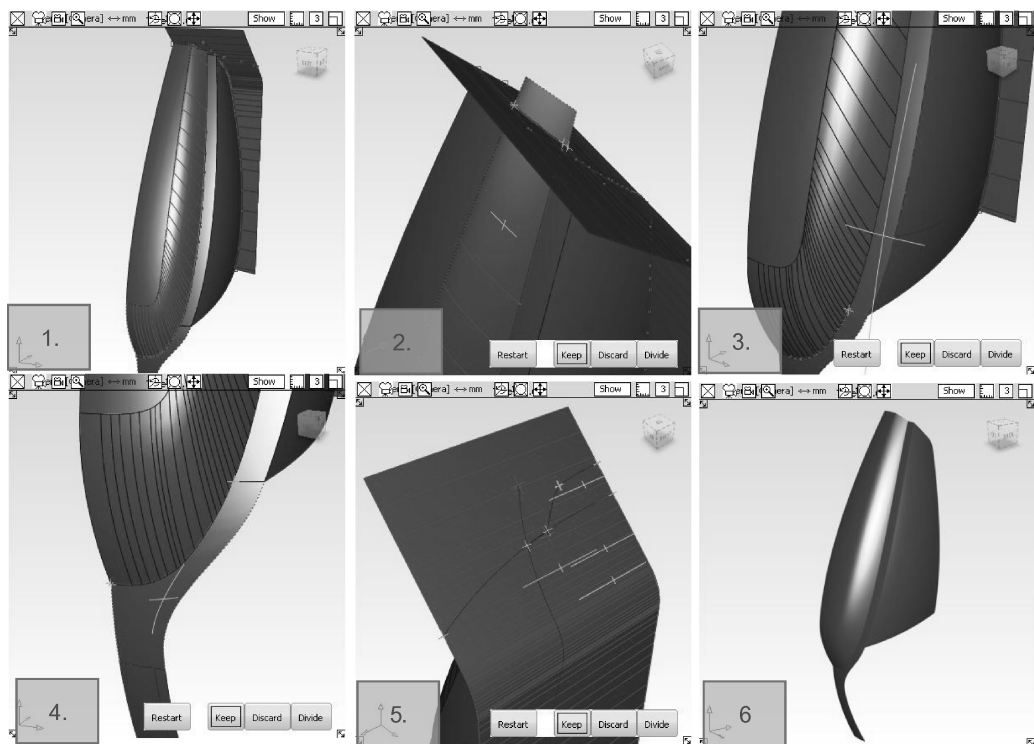

图9-26 剪切曲面
- 28 选择【Intersect】工具，使刚刚创建的曲面与它相交的曲面形成相交线，然后选择【Trim】工具，进行剪切，如图9-26所示。